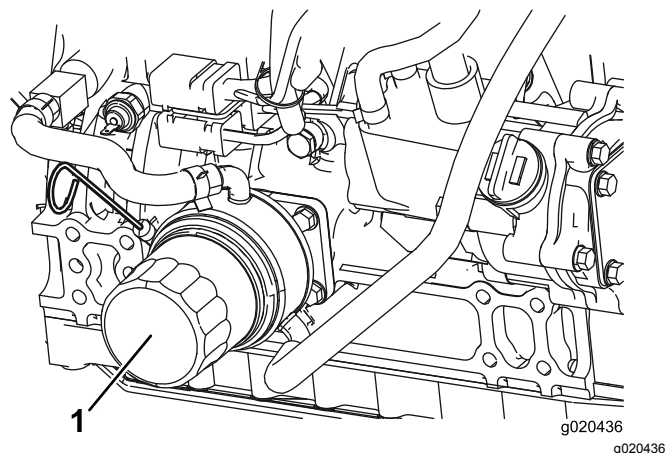

図 30
2. オイルフィルタ図 30 を外す。新しいフィルタのシールに薄くエンジンオイルを塗って取り付け。締めすぎないように注意すること。